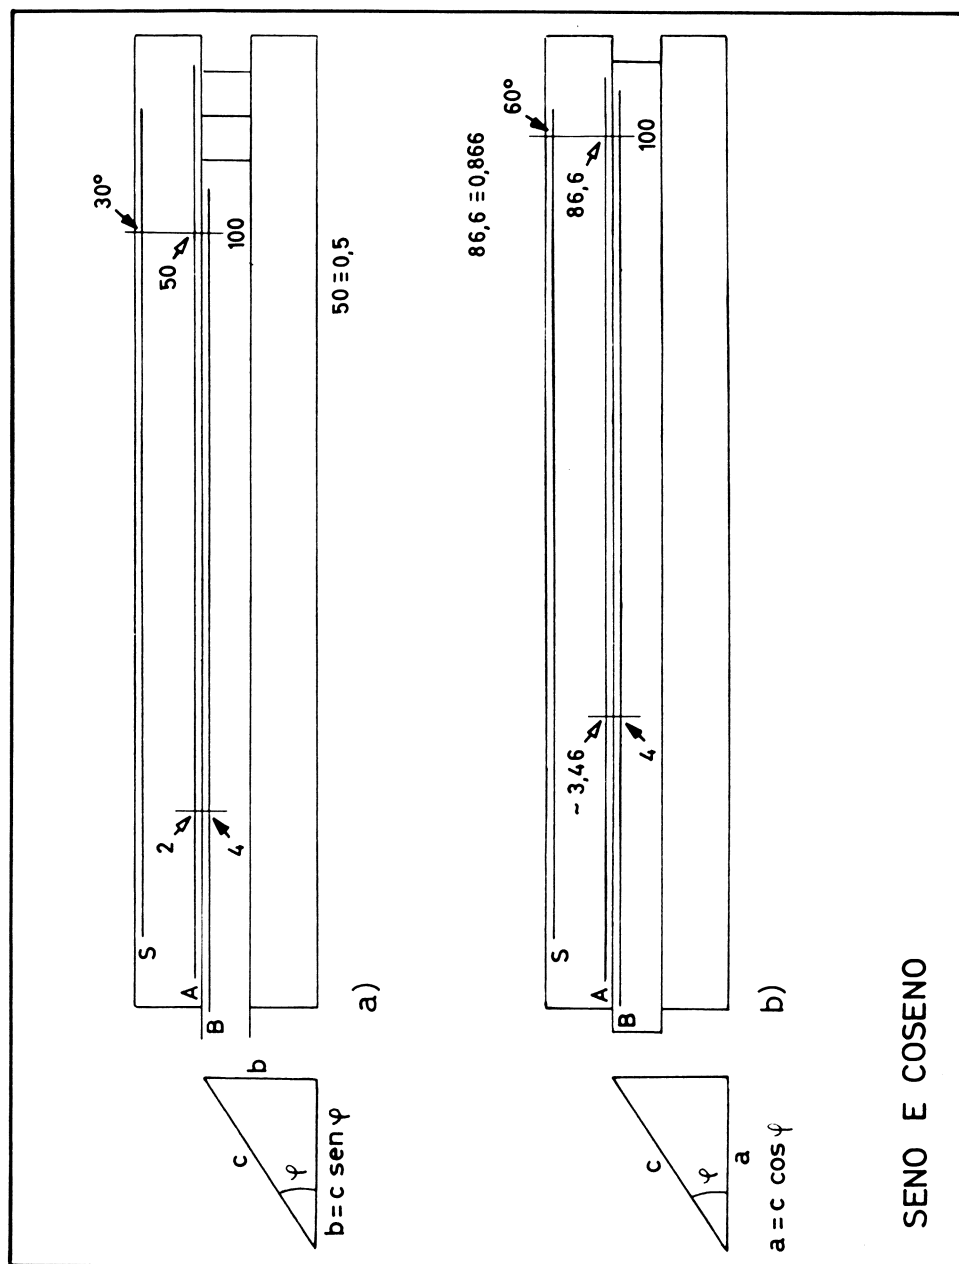

Fig. 7
1) Si calcoli il cateto b di un triangolo rettangolo, conoscendo l'angolo opposto, $\varphi = 30^\circ$, e l'ipotenusa, $c = 4$ decimetri (fig. 7-a).
2) Si calcoli il cateto a di un triangolo rettangolo, conoscendo l'angolo adiacente, $\varphi = 30^\circ$, e l'ipotenusa $c = 4$ decimetri (fig. 7-b).
Nella fig. 7 è stato illustrato anche il calcolo delle due moltiplicazioni, $0,5 \times 4 = 2$ e $0,866 \times 4 \approx 3,46$. Per eseguire questo calcolo si sono utilizzate le scale A e B al posto delle scale D e C: la posizione della virgola è stata determinata con il metodo del calcolo arrotondato (*Sezione 10a* e *Sezione 31a*).